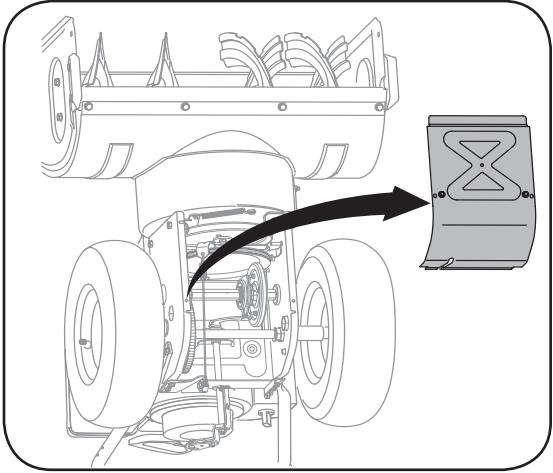

Figure 6-10
- Basculez doucement la souffeuse vers l'avant pour la faire reposer sur l'habitacle de la tarière. Voir la Figure 6-10.